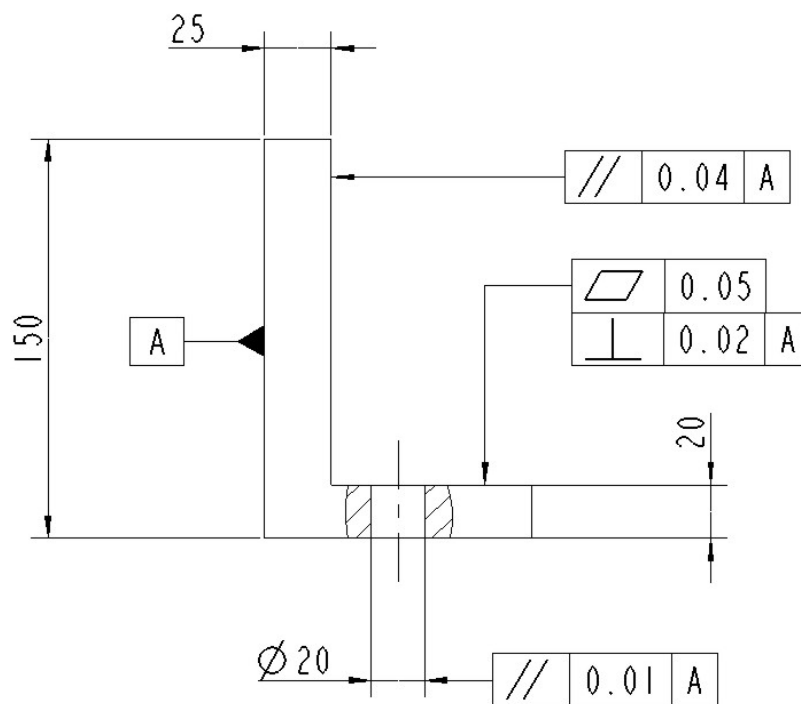

Fig.1
A volte però, come nel caso di Fig.1, può essere più pratico e sbrigativo andare a creare le tolleranze direttamente sul disegno, evitando di associarle al modello.
- 1) La creazione e il recupero di un simbolo (Riferimento A, Fig.1);
Andiamo ora a creare la tolleranza di parallelismo tra l'asse del foro e la superficie di riferimento A di fig.1
Cambiando la giustificazione del testo possiamo aggiustare le caselle di una tolleranza composta da più elementi (tolleranza che si definisce editando più righe di testo), allineandole nel modo che più ci piace (vedi Fig.1).